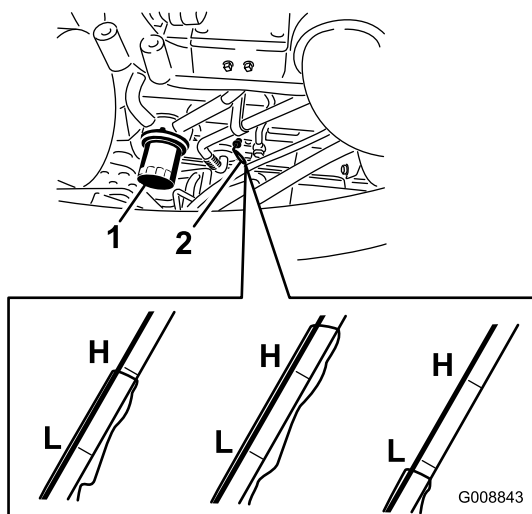

Bild 61
2. Entfernen Sie den Peilstab (Bild 61), wischen ihn ab und führen ihn wieder in das Rohr ein; ziehen Sie ihn dann wieder heraus. Der Ölstand sollte an der Voll-Marke sein.
2. Entfernen Sie den Ölfilter (Bild 61). Ölen Sie die neue Dichtung am Ölfilter leicht mit frischem Öl ein, bevor Sie den Filter eindrehen. **Ziehen Sie nicht zu fest.**